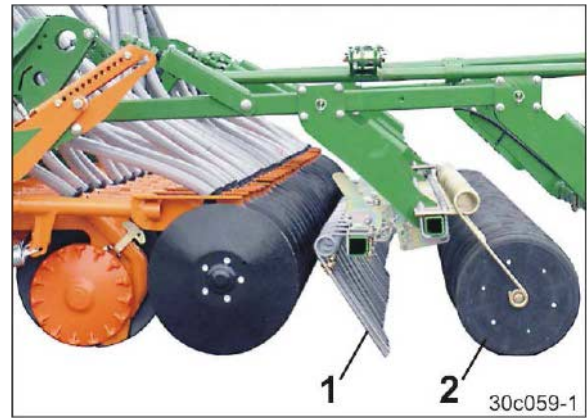

Fig. 30
- harrow tines (Fig. 30/1)
- press rollers (Fig. 30/2).